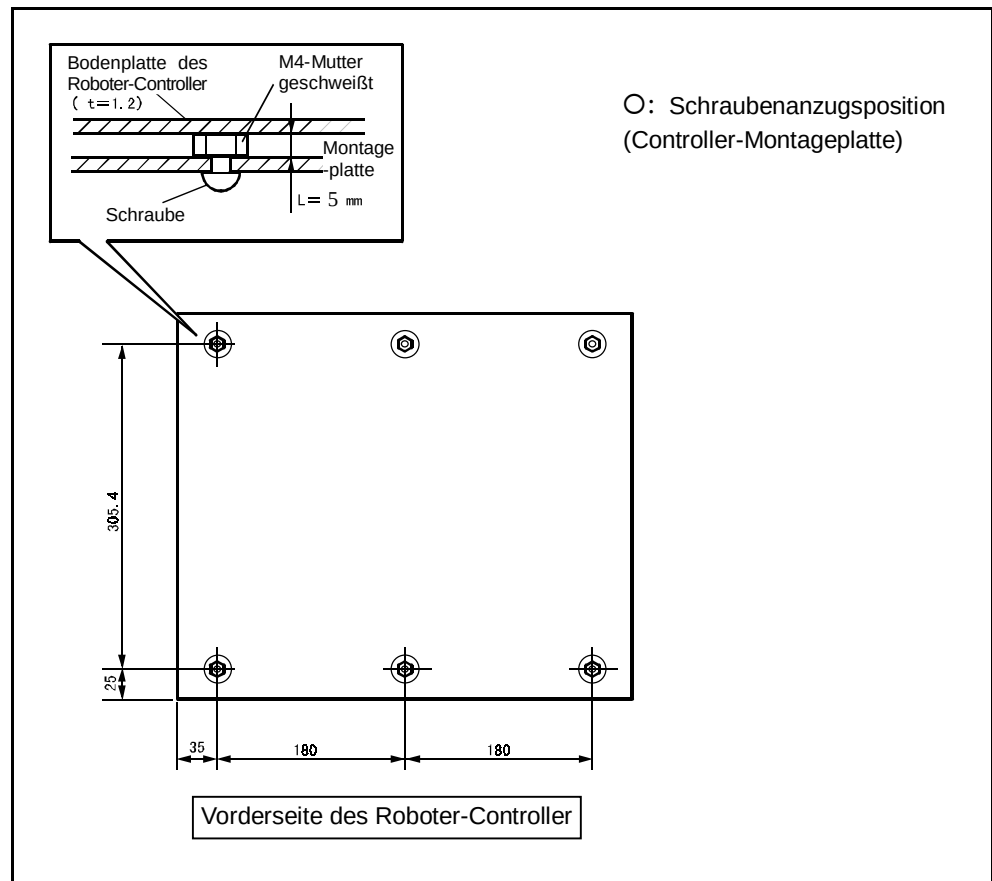

Abbildung 2-30 Position der Bohrungen für die Montageschrauben
- (1) Abbildung 2-30 zeigt den Roboter-Controller von unten. Die mit "O" markierten M4-Gewindebohrungen können zum Sichern des Roboter-Controller an der Montageplatte verwendet werden.
- (2) Bereiten Sie eine ausreichend große Platte zur Montage des Roboter-Controller vor. Sichern Sie den Roboter-Controller mit sechs M4-Schrauben an der Montageplatte in den sechs in Abbildung 2-30 mit "O" markierten Gewindebohrungen.